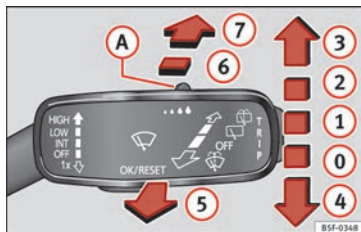

Fig. 122 Levier d'essuie-glace : essuie-glace arrière.
- Poussez le levier entièrement vers l'avant en position ⑥ » fig. 122. L'essuie-glace fonctionne environ toutes les 6 secondes.
- Poussez complètement le levier vers l'avant en position ⑦ » fig. 122. L'essuie-glace et le système de liquide lave-glace fonctionnent simultanément. Tant que vous mainte-